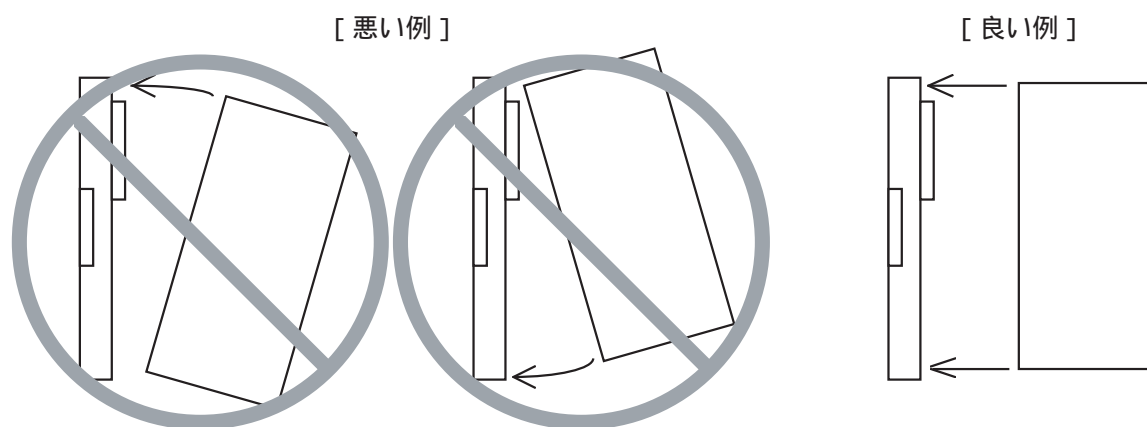

図1-3 モジュール実装方法
- 図1-3のように、CPUマウントベースに対して、正面からまっすぐに実装してください。斜めに実装すると、ピンが曲がり、オプションモジュールが誤動作することがあります。